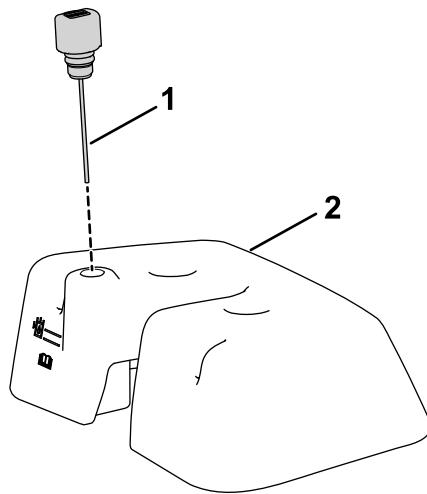

Figura 14
Encha o depósito do detetor de fugas com óleo hidráulico até que o nível esteja a meio das marcas de enchimento na vareta; consulte Figura 14.
5. Instale a vareta no depósito do detetor de fugas (Figura 14).